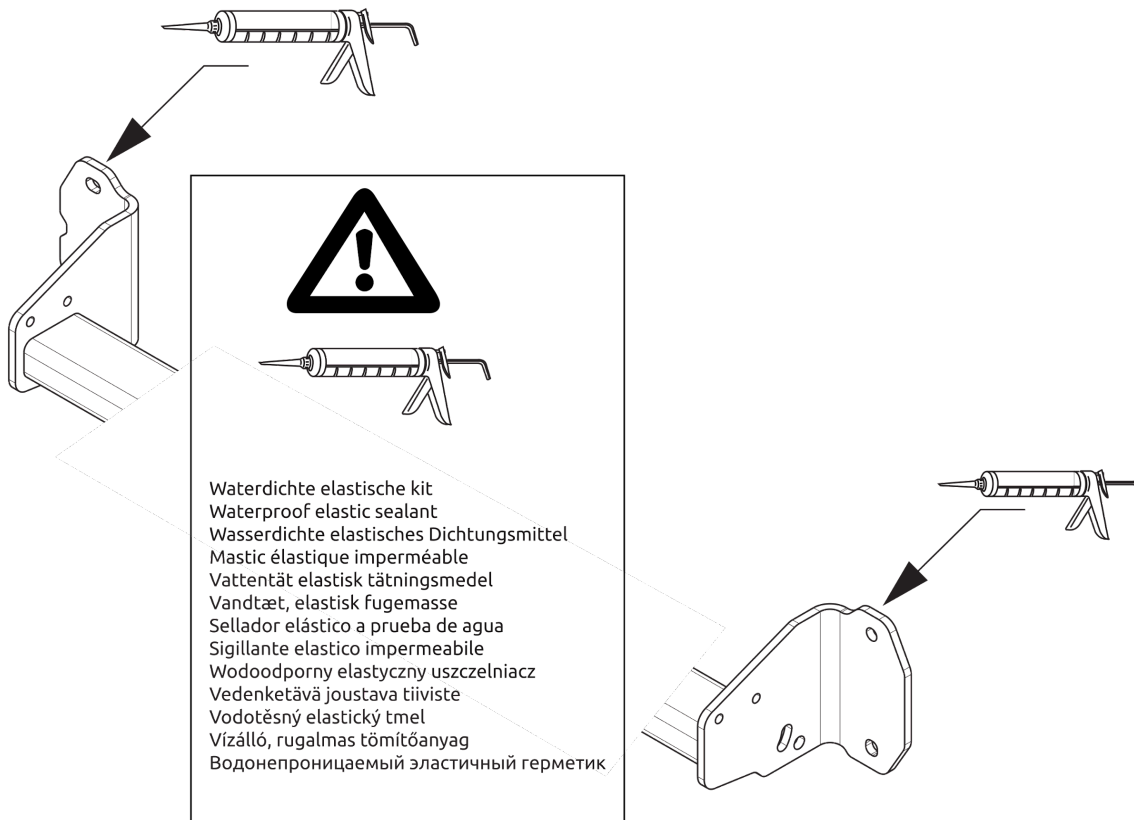

Fig. 3
5. Герметизировать обозначенные части (см. рис. 3)